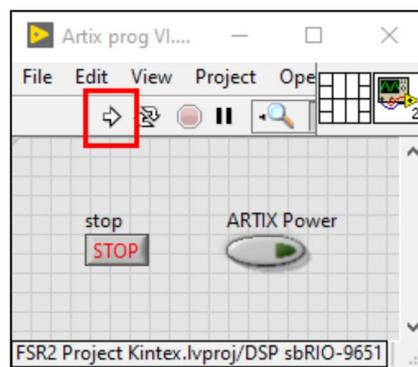

Рис. 1-3 Запуск Artix prog VI.vi
5.6. Запустить *Artix prog VI.vi* (Рис. 1-3).